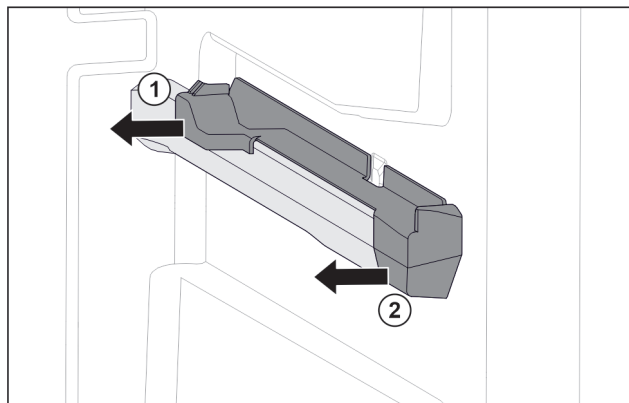

Fig. 124 Felhúzható elem a jobb oldali tartóbordán
- ▶ Oldalra húzza le a felhúzható elemet. Fig. 124 (1)
- ▶ Húzza előre felé a felhúzható elemet. Fig. 124 (2)